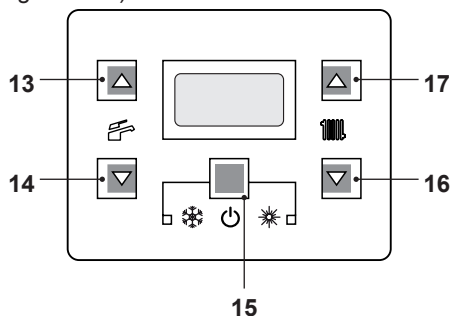
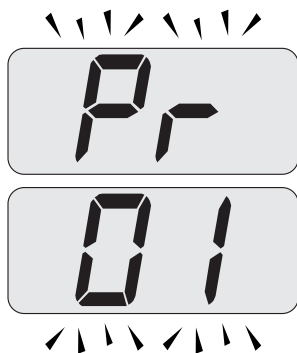

Figura 9.29
Figura 9.30
- Entrare in "modalità programmazione" premendo contemporaneamente per 10 secondi i tasti 15 - 16 - 17 (Figura 9.29) fino a far apparire sul display LCD le lettere **Pr** che si alternano con il codice **01** indicanti l'entrata nel "parametro 01" (Figura 9.30).
- Premere contemporaneamente i tasti 15 e 17 (Figura 9.29) fino a far apparire sul display LCD il valore del parametro
- Premendo contemporaneamente i tasti 15 e 16 (Figura 9.29) si esce senza modificare il valore (ritorno alla lista parametri Figura 9.30)
- Premendo contemporaneamente per 10 secondi i tasti 15 - 16 - 17 (Figura 9.29) si esce dalla "modalità programmazione".